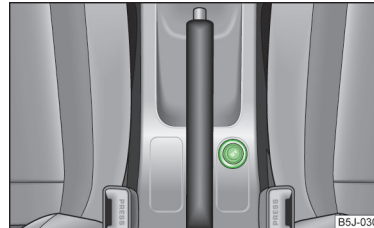

Abb. 60
- Den Anzünderknopf des Zigarettenanzünders hineindrücken » Abb. 60.
In der Mittelkonsole vorn » Abb. 60 auf Seite 66.